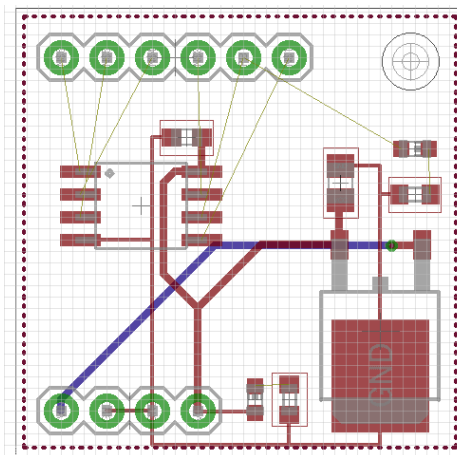

図 26
③ Top レイヤーを選択して, 基板外形線より 0.5mm 内側を囲みます。図 26